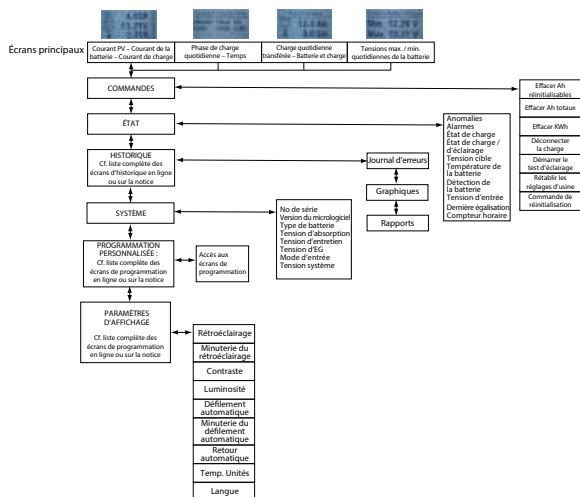

Figure 4-6. Structure simplifiée du compteur.
- De nombreux ajustements des paramètres et informations détaillées, comme partiellement indiqué dans la figure 4-6 ci-après.
Comme indiqué dans la figure 4-6, les paramètres de l'écran du compteur peuvent être ajustés en sélectionnant et en modifiant les paramètres ou variables requis à l'aide des touches directionnelles.